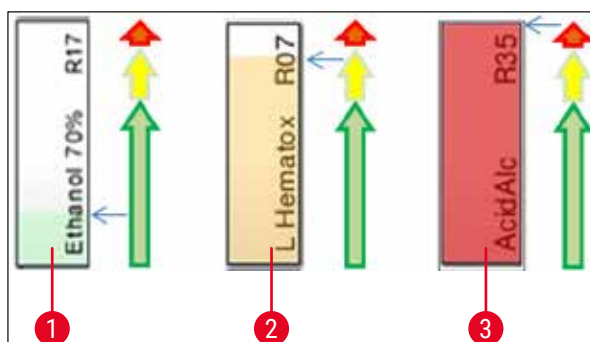

Fig. 70
- Une couleur d'arrière-plan (→ "Fig. 70")
- La couleur d'arrière-plan indique l'état de consommation du réactif (→ "Fig. 70"). Au fur et à mesure de la consommation du réactif, la barre de couleur augmente du bas vers le haut et change de couleur en fonction de l'état de consommation.